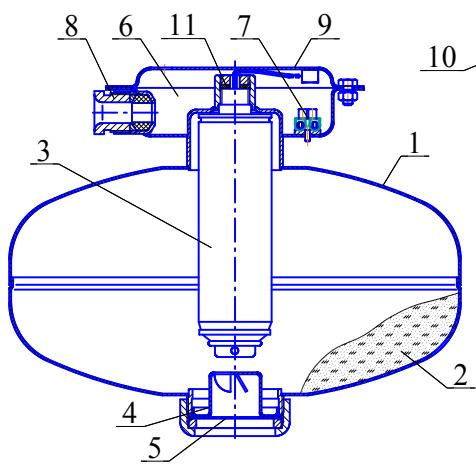

Рисунок 1
- ИХГ-6(М)-01 СИАВ 066614.025.000 ТУ для МПП нормального исполнения или ИХГ-6(М)-02 СИАВ 066614.025.000 ТУ для МПП специального исполнения (поз.3 рисунок 1) – 1шт.;
- резиновая прокладка черт. СИАВ 634233.006.023-01 (поз. 11 рисунок 1) – 1 шт.;
- огнетушащий порошок ИСТО-1 ТУ 2149-001-54572789-00 (поз. 2 рисунок 1) – 6 кг;
- мембрана черт. СИАВ 634233.006.003 (поз. 6 рисунок 1) – 1 шт.